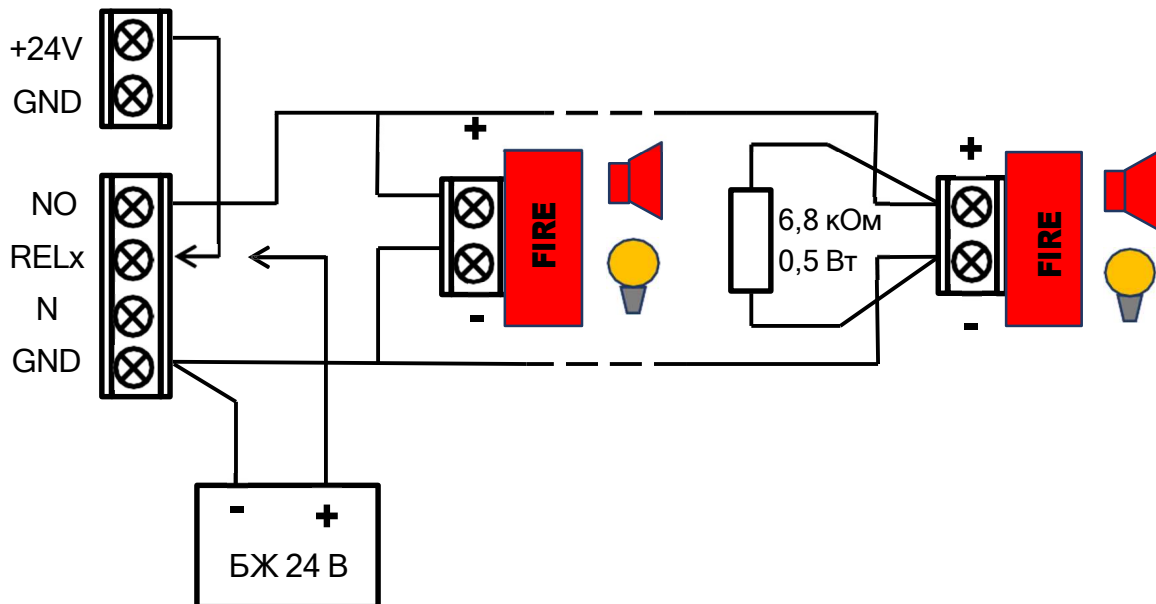

Рисунок 5.3 - Підключення оповіщувачів
5.3.4.1 ППКП містить 2 релейні виходи, до яких можна підключити пристрої оповіщення. Приклад підключення оповіщувачів до одного з виходів наведений на рис. 5.3. Підключення оповіщувачів до виходу REL2 аналогічне. При живленні оповіщувачів від ППКП необхідно встановити перемичку між входом RELx та виходом +24V (x – номер реле). В кінці лінії встановлюється кінцевий резистор 6,8 кОм, 0,5 Вт.